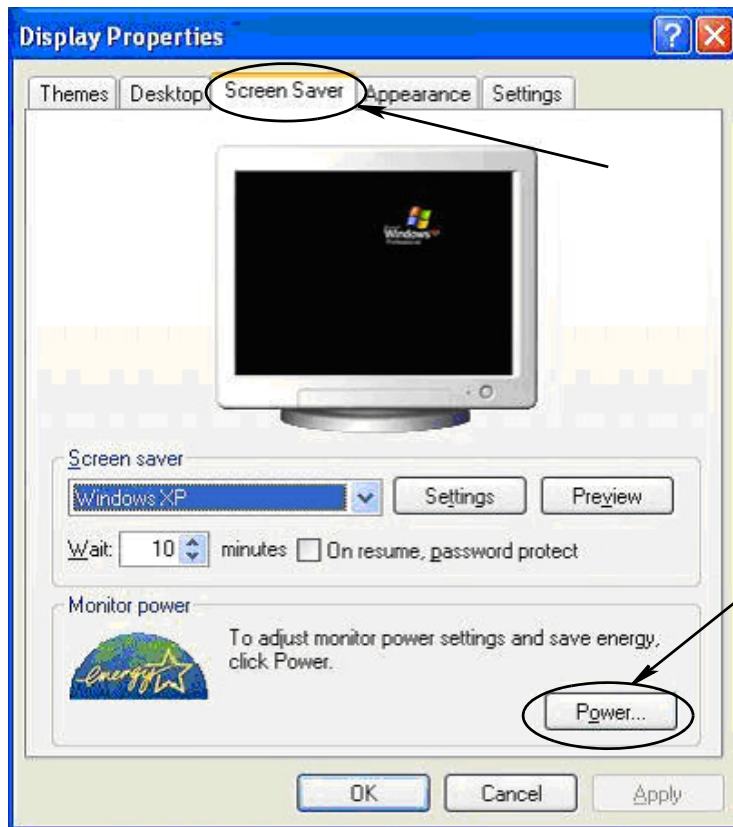

图 30
2. 显示属性窗口。选择屏幕保护程序选项卡。在屏幕的监视器电源部分，选择“电源”按钮（图 30）。